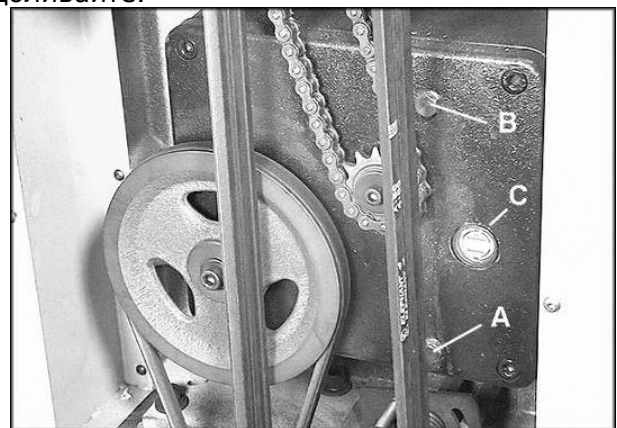

Рис. 20
1. Открутите сливную пробку (А, Рис. 20) и крышку заливной горловины (В, Рис. 20). Слейте грязное масло.
2. Затяните сливную пробку (А, Рис. 20).
3. Залейте через отверстие чистое масло на 60-90 % (В, Рис. 20).
4. Затяните крышку заливной горловины (В, Рис. 20).
Через смотровое окно (С, Рис. 20) периодически проверяйте уровень масла, при утечке доливайте.